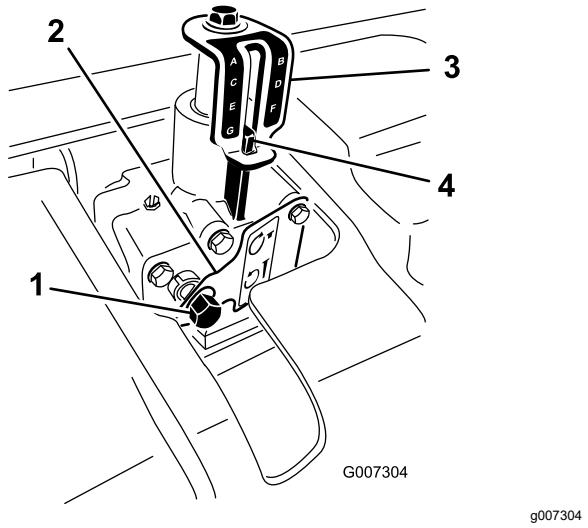

Bild 24
3. Setzen Sie einen Sechskantschlüssel (9/16") mit Ratsche auf die Antriebswelle des Tiefeneinstellers auf (Bild 24).
5. Drehen Sie den Tiefeneinsteller nach rechts, um die Aerifiziertiefe zu verringern oder nach links, um sie zu erhöhen (Bild 24).
6. Drehen Sie die Antriebswelle des Tiefeneinstellers, bis die gewünschte Tiefe auf dem Aufkleber für die Tiefenanzeige angezeigt wird (Bild 24).